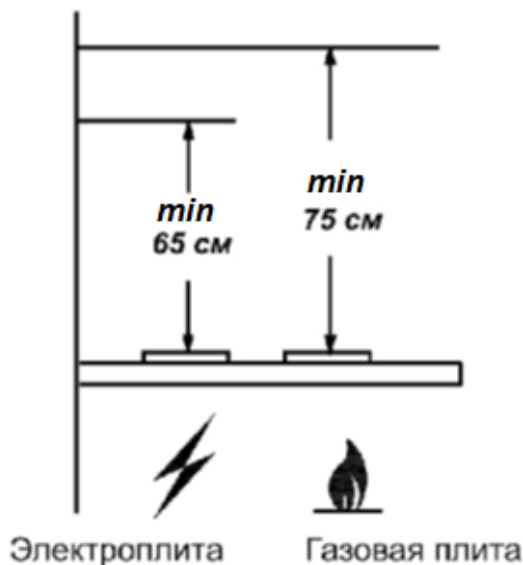

Рис. 1
- Минимальная безопасная высота между варочной поверхностью и вытяжкой – 65 см для электрических плит и 75 см для газовых плит (рис. 1).